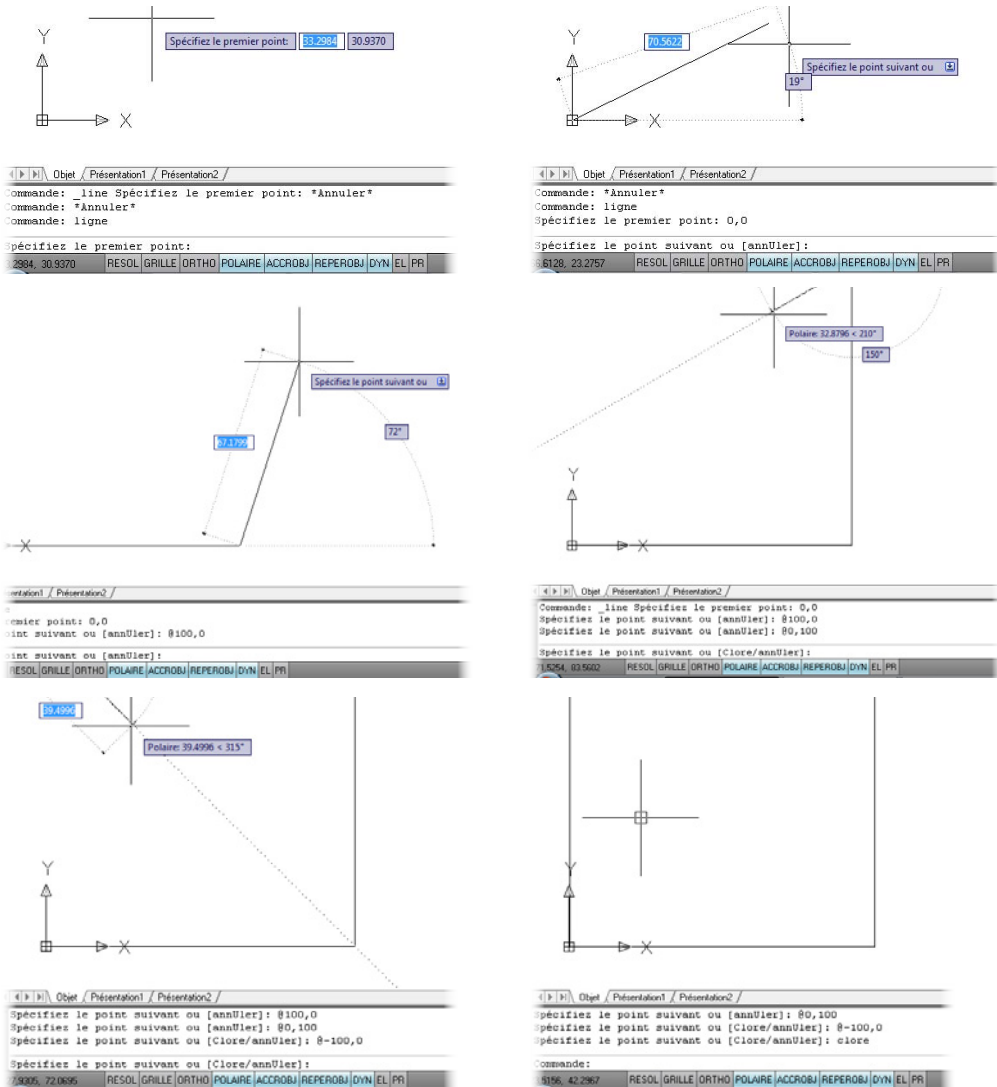

Figure 2.54
1. Commande : **Ligne** (voir Figure 2.54, de gauche à droite et de haut en bas).